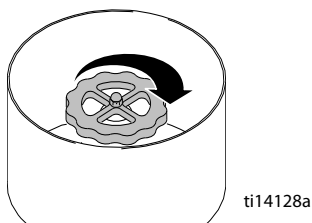

RYS. 3
3. Nałożyć szczeliwo do rur na łącznik (408) i przykręcić podzespół rurowy (408, 409, 410) do kolanka (401). Skręcać połączenie do chwili osiągnięcia szczelności.
UWAGA: Upewnić się, że złącze WEJŚCIA regulatora jest podłączone do kolanka rury (142). **Zob. Rys. 3.**
4. Nałożyć szczeliwo do rur na tuleję (406). Przykręcić ciśnieniomierz (402) do trójnika (409). Skręcać połączenie do chwili osiągnięcia szczelności.
5. Podłączyć przewód gazowy (118) na złączu (151). Skręcać połączenie do chwili osiągnięcia szczelności.
UWAGA: Upewnić się, że złącze WYJŚCIA regulatora jest podłączone do łącznika (64). **Zob. Rys. 3.**
2. Przykręcić łącznik złączki obrotowej (323) na kolanko rury (142). Dokręcać złącze aż do uszczelnienia.